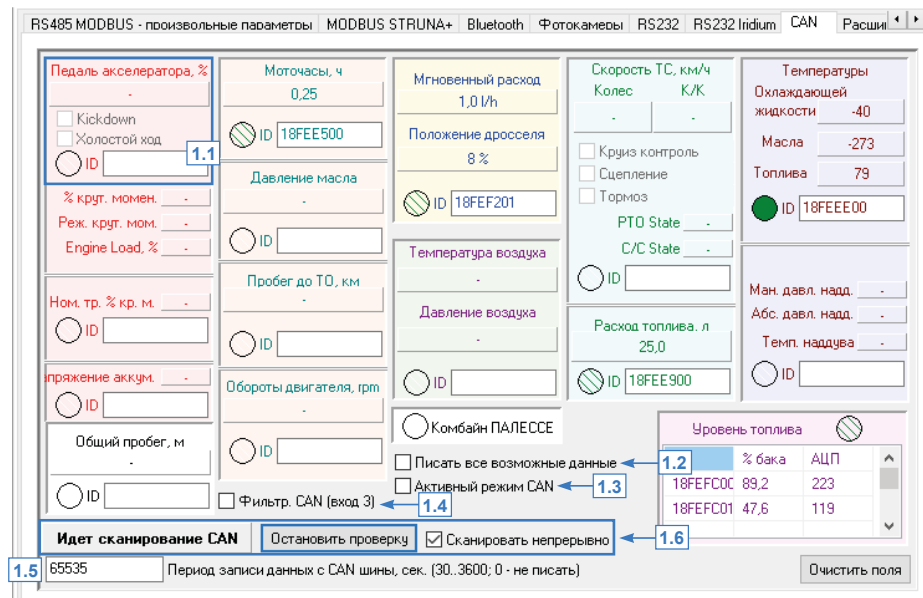

Рис.65. Вкладка «CAN».
На вкладке «CAN» пользователь может настроить работу прибора с шиной CAN в протоколе SAE J1939 (Рис.65).
- в поле «ID» (Рис.65, п. 1.1) задать идентификатор записи. Если идентификатор записи CAN не задан, то прибор не будет записывать эту запись.
- для того чтобы в память прибора записывались все данные, полученные с шины CAN транспортного средства, включить опцию «Писать все возможные данные» (Рис.65, п. 1.2).
- при необходимости включить опцию «Активный режим CAN» (Рис.65, п. 1.3). В активном режиме прибор постоянно запрашивает данные из шины.
- для того чтобы использовать цифровой вход 3 для фильтрации оборотов двигателя, разрешить опцию «Фильтрация CAN (вход 3)» (Рис.65, п. 1.4). Если опция включена, то при получении показаний оборотов двигателя с шины CAN, вход 3 прибора переключится в активное состояние. В этом случае активное состояние входа 3 может использоваться для фильтрации данных для подсчета времени работы двигателя в диспетчерской программе.
- в поле «Период записи данных с CAN шины» (Рис.65, п.1.5) задать интервал времени, с которым данные с шины CAN будут записываться в память прибора. Диапазон значения 30...3600, 0 – не писать данные CAN.
- Для проверки работоспособности шины CAN прибора «АвтоГРАФ», необходимо подключить прибор к шине CAN транспортного средства и запустить сканирование, нажав кнопку «Начать проверку» в программе «AG.GSMConf» (Рис.65, п. 1.6).